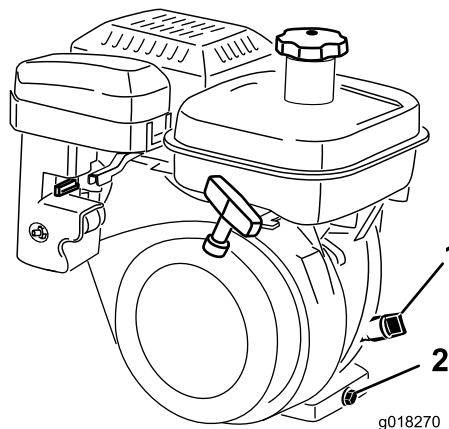

Figura 34
2. Posizionate la macchina in modo che il motore sia a livello e pulite attorno all'indicatore di livello dell'olio (Figura 34).
3. Estraiete l'asta di livello dell'olio facendola girare in senso antiorario (Figura 34).
2. Collocate una bacinella sotto il tappo di spurgo, dietro la macchina (Figura 34). Allentate il tappo di spurgo.